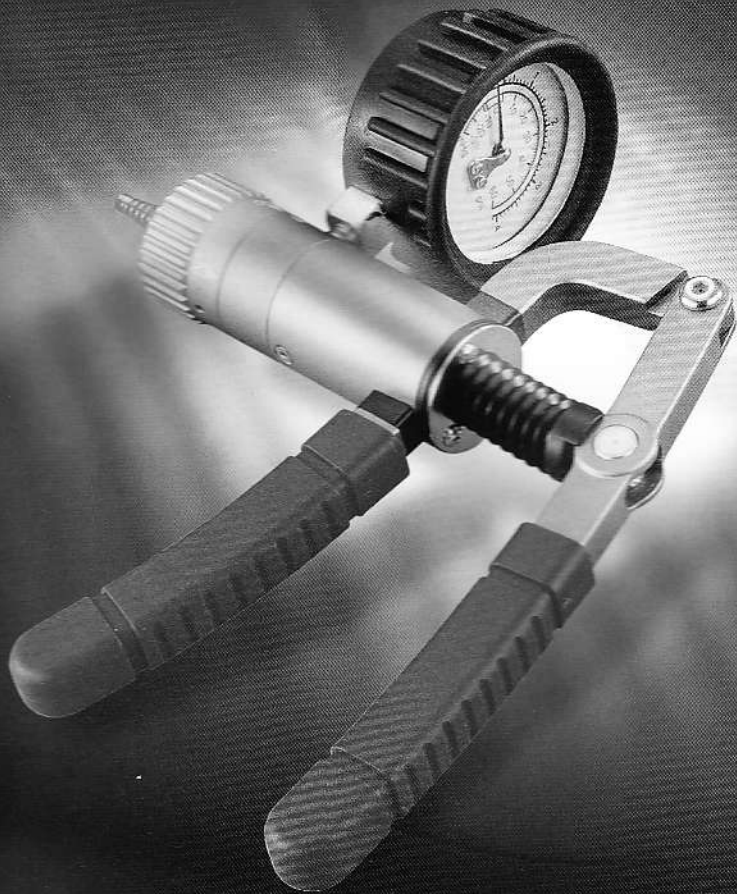

Fig.2.1 Vacuum
- 1.For vacuum testing-turn the mode selector until the selection arrow is aligned with operation arrow labelled 'IN' (Fig. 2.1)
1. per il controllo del sottovuoto – ruotare il selettore fino a che la freccia è allineata con 'IN' (fig. 2.1 sul manuale inglese)